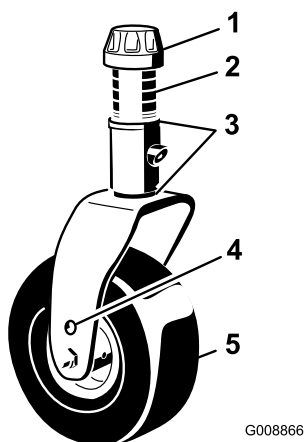

Figura 78
1. Retire el casquillo tensor del eje y deslice el eje fuera del brazo de la rueda giratoria (Figura 78).